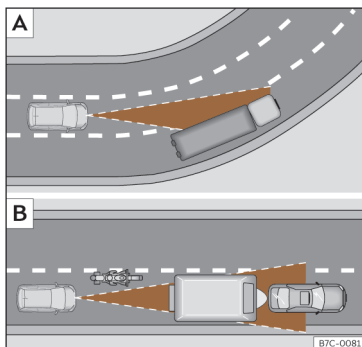

Fig. 162 [A] Veículo numa curva. [B] Motociclo que circula à frente, fora do raio de alcance do sensor de radar.
O ACC poderia não detetar em curva o veículo precedente ou poderia regular a distância com veículos que se encontram noutras faixas »» **Fig. 162** [A].
- Veículos que circulem desalinhados ou fora da zona de deteção do sensor, por exemplo, motociclos »» **Fig. 162** [B].